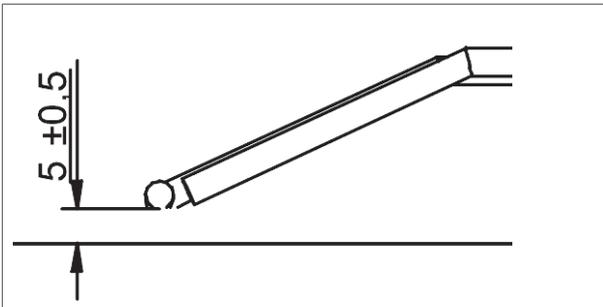

Figure 23- Distance entre l'électrode et le brûleur
- a. La distance entre l'électrode et le brûleur doit être égale à $5,0(\pm 0,5)$ mm (figure 23).